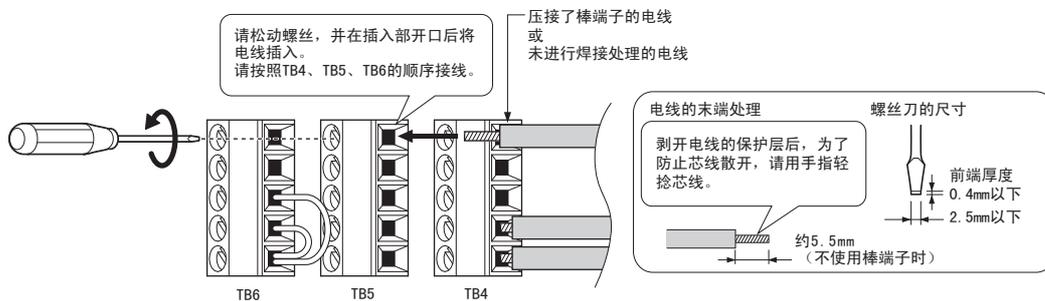
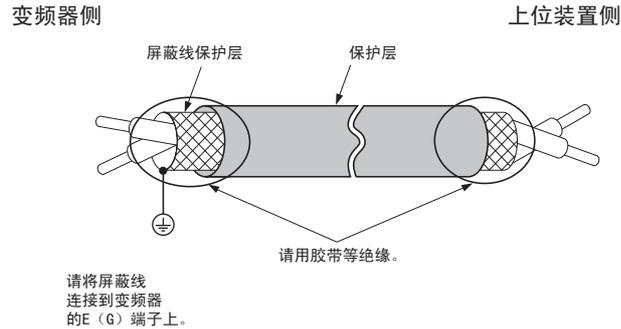

图 31 控制回路的接线步骤
图 33 屏蔽线的线头处理
接线时请参考图 31。并参照图 33 对屏蔽线的线头进行处理。关于紧固力矩，请参照“电线尺寸和紧固力矩”（47 页）。
如果不利用操作器而利用外部频率设定器来设定频率，请按图 33 所示，使用已经过线头处理的双股绞合屏蔽线。屏蔽线应接在变频器的 E (G) 端子上。